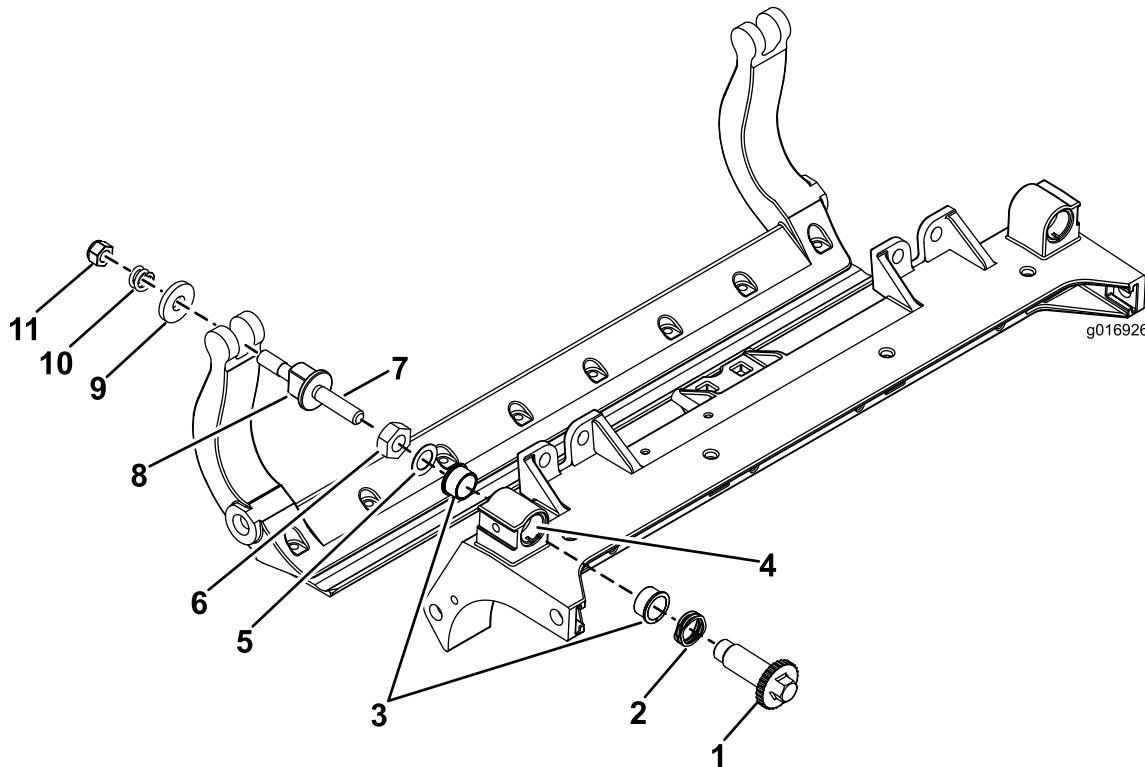

図 35
- 全部のパーツを取り外すHD DPA キットの 取り付け要領書 および図 35を参照。
- カッティングユニットのセンターフレームのブッシュ挿入場所に固着防止剤を塗布する図 35。
- フランジブッシュのキーとフレームのキー溝を揃えて、ブッシュを挿入する図 35。
- アジャスタシャフトにウェーブワッシャを通して、アジャスタシャフトをカッティングユニットのフレームのフランジブッシュに通す図 35。
- 平ワッシャとロックナットでアジャスタシャフトを固定する図 35。
注 内側のワッシャには遊びがあつてかまいません 図 35。
- 各ベッドバーアジャスタアセンブリを締め付けて圧縮スプリングを完全に圧縮し、そこから1/2回転だけ戻す 図 35。